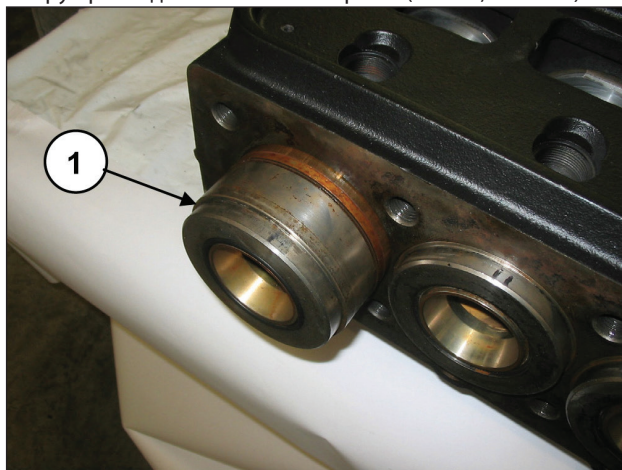

Рис. 124
Поворачивая вал, сдвиньте направляющую поршня так, чтобы калибр-пробка, сдвигаясь в свою очередь, выдавил опору прокладок и весь блок поршня (поз. ①, Рис. 124).